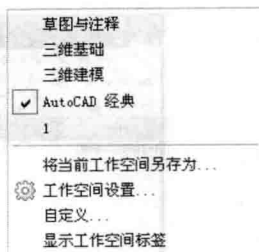

图 1-6 “按钮”菜单
- ✧ 单击状态栏上的  按钮，从弹出的“按钮”菜单上切换所需空间，如图 1-6 所示。